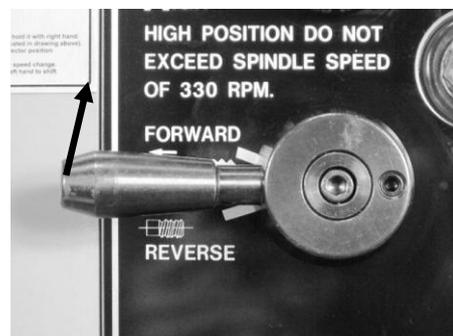

Рис. 23. Рукоятка подачи Вперед/Назад.
4. Переместите рукоятку выбора направления подачи, Вперед/Назад (Рис. 23), в положение ВПЕРЕД (FORWARD).